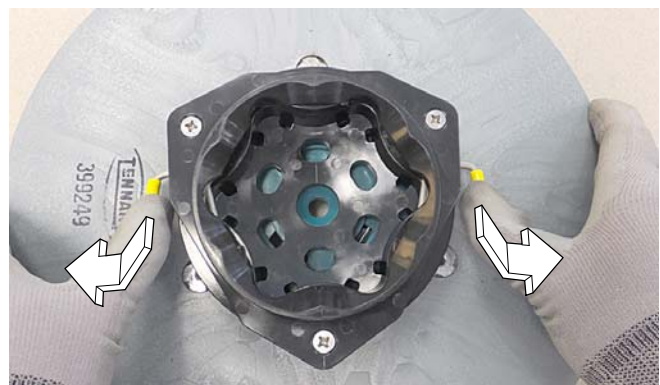

ABB. 10
- Bringen Sie die gelben Federklammern in die offene Position, um den Einbau der Bürste zu erleichtern. Drücken Sie die Klemmen nach unten und nach außen (Abbildung 10).